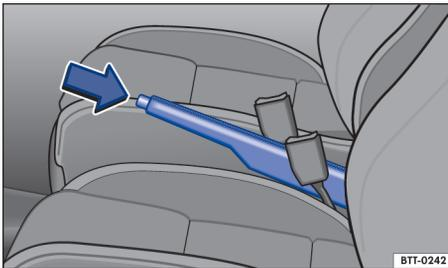

Fig. 125 Freno de mano situado entre los asientos delanteros.
- Tire ligeramente de la palanca del freno de mano hacia arriba y pulse el botón de bloqueo ⇒ fig. 125 (flecha).